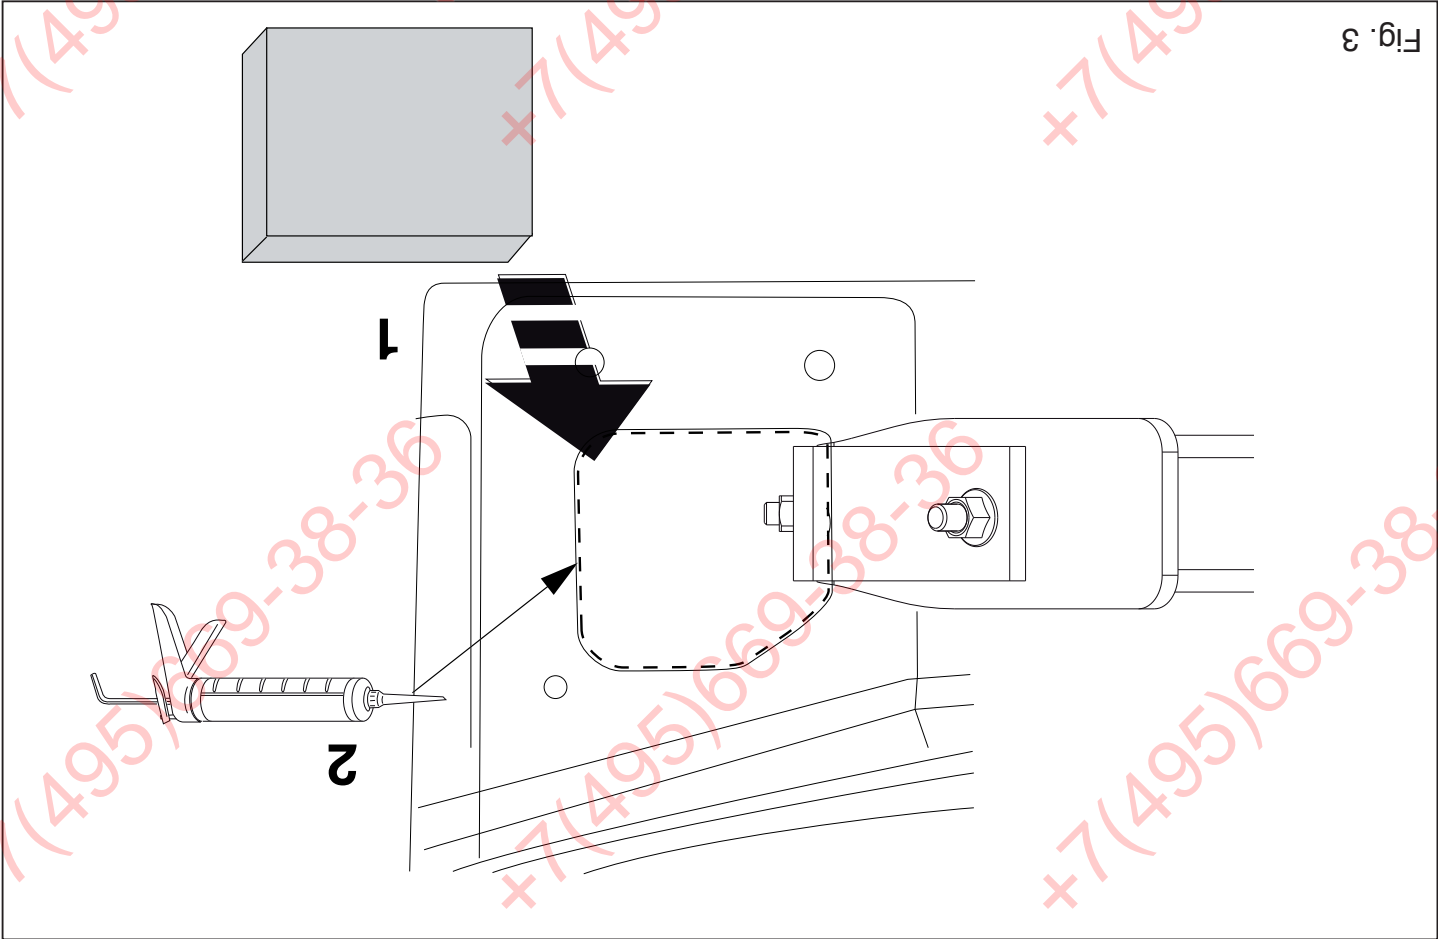

Fig. 3
10. Place the two PE foam blocks as sealing in the chassis members. Seal the portions indicated (see fig. 3).
10. Plaats de twee PE schuimblokken als afdichting in de chassisbalken. Kit de aangegeven delen af (zie fig. 3).
10. Die zwei PE-Schaumböcke als Dichtung in den Fahrgestellträger einsetzen. Die angegebenen Teile kitten (siehe Abb. 3).
4. Placer les deux blocs de mousse en polyéster en guise de colmatage dans les longérons de châssis. Boucher les parties indiquées (voir la fig.3).
delarna enligt figuren (se fig. 3).